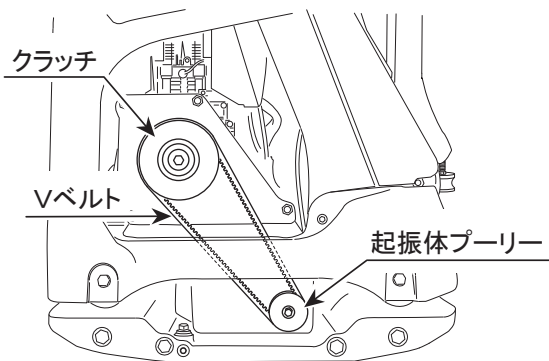

図 27
- 1 Vベルトの点検(図27)
上下のベルトカバーを外した状態で起振体プーリー(下側)の締め付けボルトにメガネレンチ(13mm)を掛け、Vベルト左側中央部に布等を引掛けて強く手前に引っ張りながらメガネレンチを時計方向に回し、Vベルトを外します。(図27)